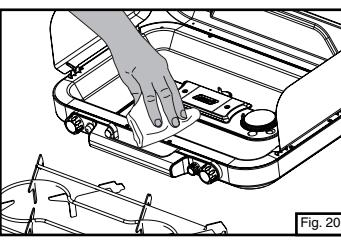

Fig. 20
- Limpie con un paño suave y detergente suave. No use abrasivos. (Fig. 20)